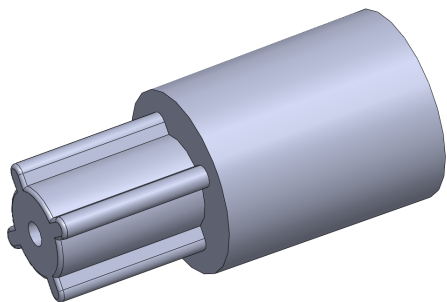

图 7-12 打开素材模型
(1) 单击常用工具栏中的【打开】按钮，打开一幅素材模型，如图 7-12 所示。